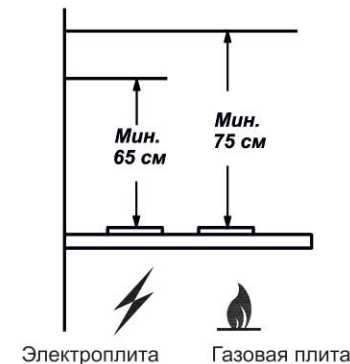

РИС. 1
1.2 Зонт устанавливайте над плитой, как показано на рис. 1.
- разметьте линию установки нижней части зонта над плитой (рис. 1) и осевую вертикальную линию по центру участка, предусмотренного для установки зонта.